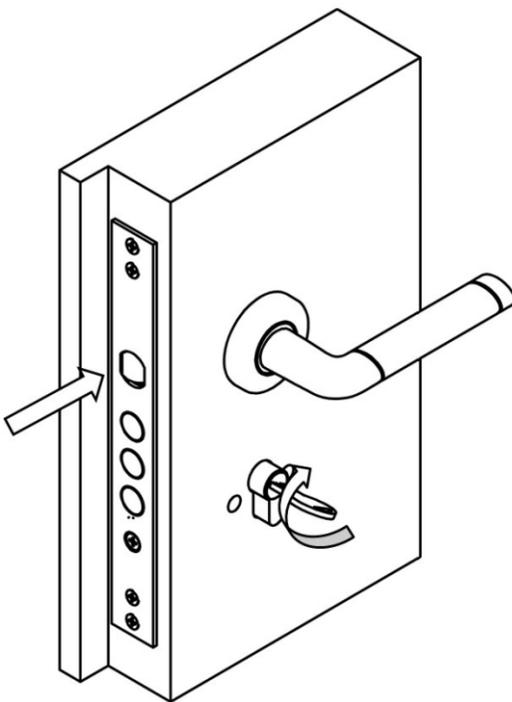

Рис.1
3.3 Запирание двери на защелку происходит автоматически. Отпирание - при нажатии на фалею ручки или полуоборотом ключа (см. рисунок 1) при задвинутом засове замка.